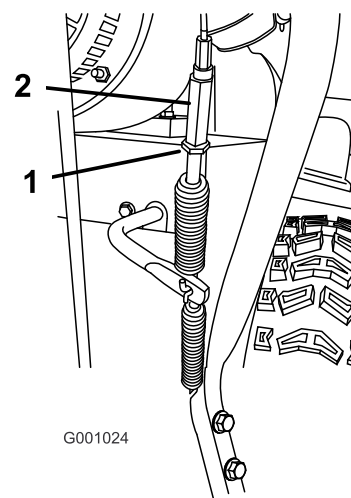

Figura 20
1. Afloje la contratuerca (Figura 20).
2. Afloje o apriete el tensor que ajusta la tensión del cable (Figura 20).